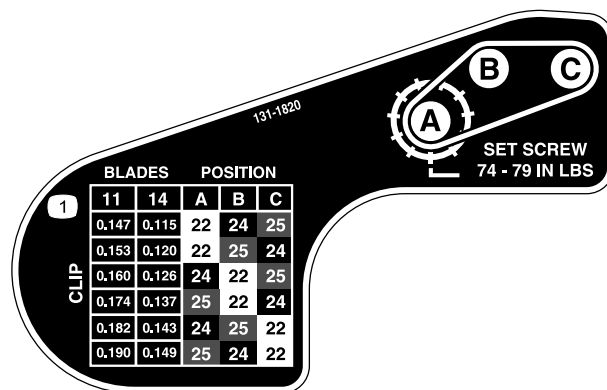

Figura 21
6. Servendovi della tabella sull'adesivo illustrato in Figura 21, determinate l'impostazione di taglio desiderata e quali pulegge dovreste spostare.
9. Montate ciascuna puleggia secondo la configurazione indicata sull'adesivo (Figura 21).